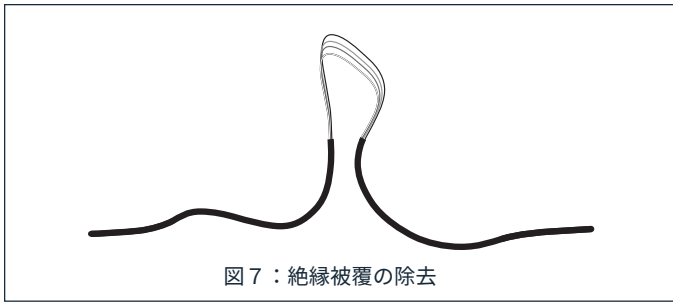
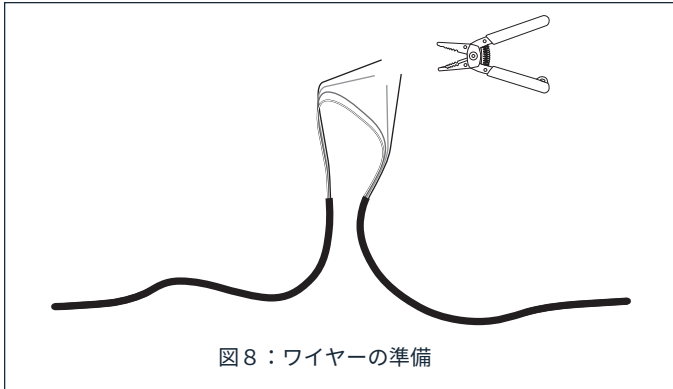

図7：絶縁被覆の除去
図8：ワイヤーの準備
- ケーブルストリッパー(図6)を使用して、外装被覆を剥がして4本の個別のワイヤーを露出させ、接続するワイヤーを準備します(図7)。最初のスピーカーが左チャンネルとして指定されていると仮定して、左(+)ワイヤーと左(-)ワイヤーを切断します(図8)。アンプ、スピーカー、および次のスピーカーにつながるラインからのプラス(+)ワイヤーを結合します。付属のシリコン充填ワイヤーナットを使用して、銅が露出しないようにワイヤーを一緒にねじります。マイナス(-)ワイヤーについても同じプロセスを繰り返します。残りの2本のワイヤーは、次のスピーカーで使用するため、そのまましておく必要があります。